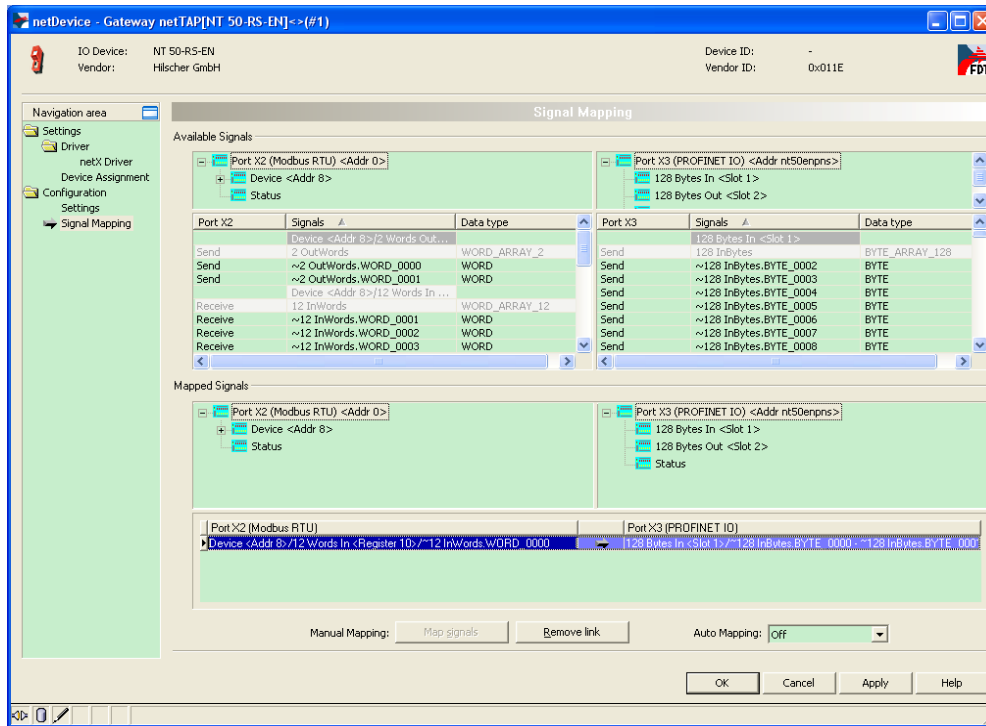

图 29
12) 数据映射的一般规则是总是把 Receive 的数据映射至 Send 的数据。Receive 的方向是网关上某一个接口接收数据，Send 的方向是网关上另一个接口发送数据。因此先选中 Port X2 中的 “~12 InWords.WORD_0000”，再选中 Port X3 中的 “~128 InBytes.BYTE_0000”，单击 Map signals 按钮，完成一次数据映射，如图 29 所示。